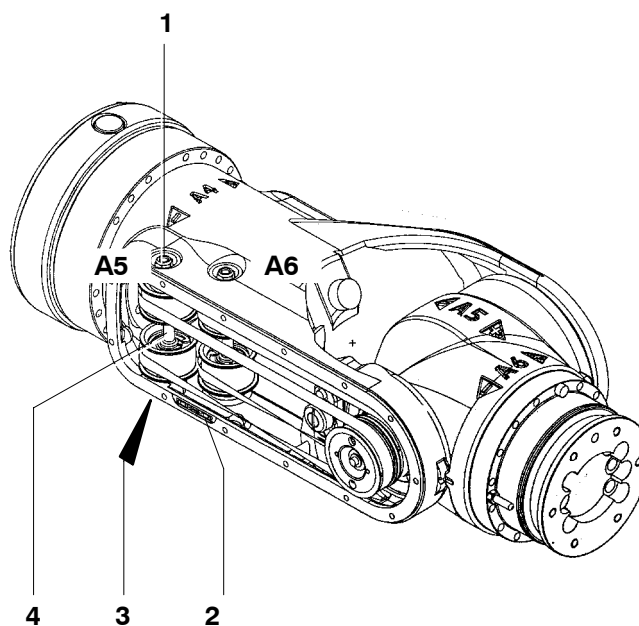

Fig. 87 Réglage de la tension de courroie dentée
- (6) Desserrer, dévisser et remplacer l'écrou hexagonal (Fig. 87/1) à l'arbre excentrique (4).
- (7) Monter la clé sur le six pans (3) et tourner l'arbre excentrique (4) dans le sens requis.